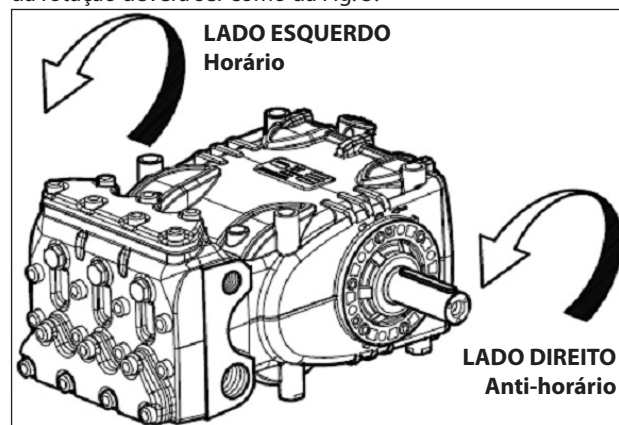

Fig. 5
Posicionando-se na frente do cabeçote da bomba, o sentido da rotação deverá ser como da Fig. 5.
**N.B.** A versão relacionada da Fig. 5 é direita.